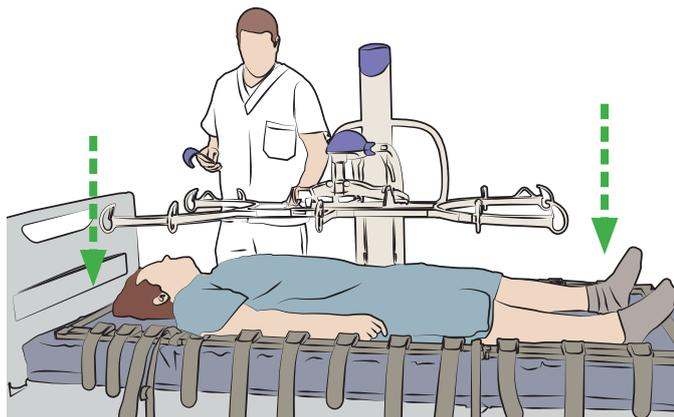

Abb. 12
3. Senken Sie die Liegendaufhängung über dem Pflegebedürftigen herab. Siehe Abb. 12.